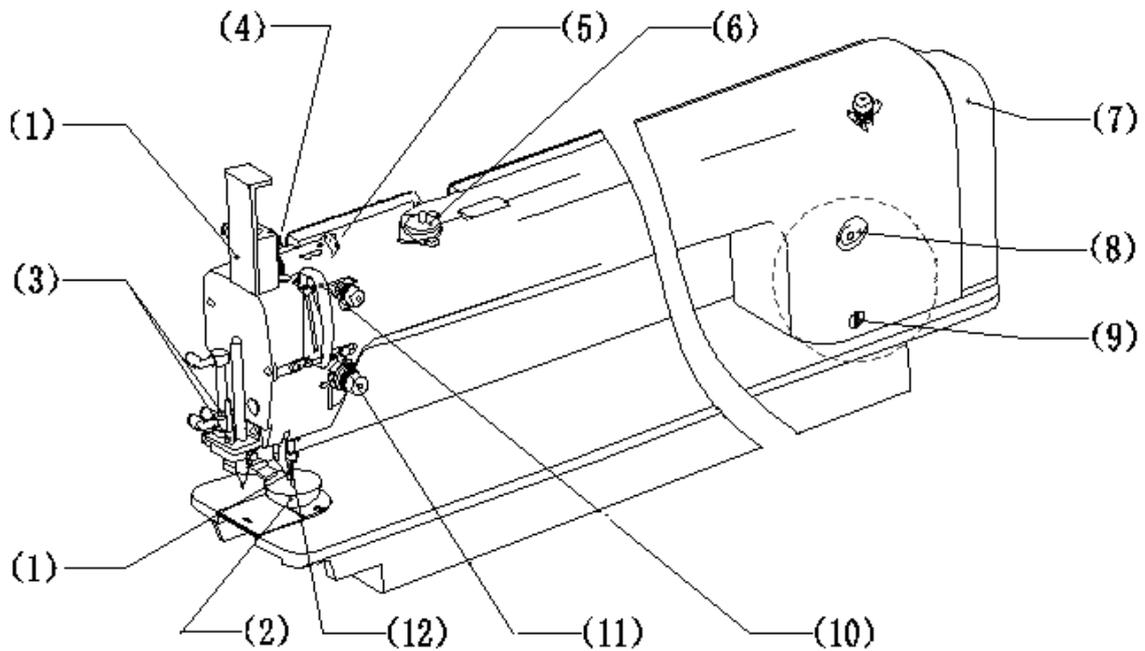

图 3-1 机头详图
- (4)、桌架。由型钢焊接配合，实现对车头、X 轴、Y 轴和其他零部件的支撑作用，是设备的基础支座，见下图 3-1 中的 (11)；
如下图 3-1 和表 3-1 所示为机头详细说明图。